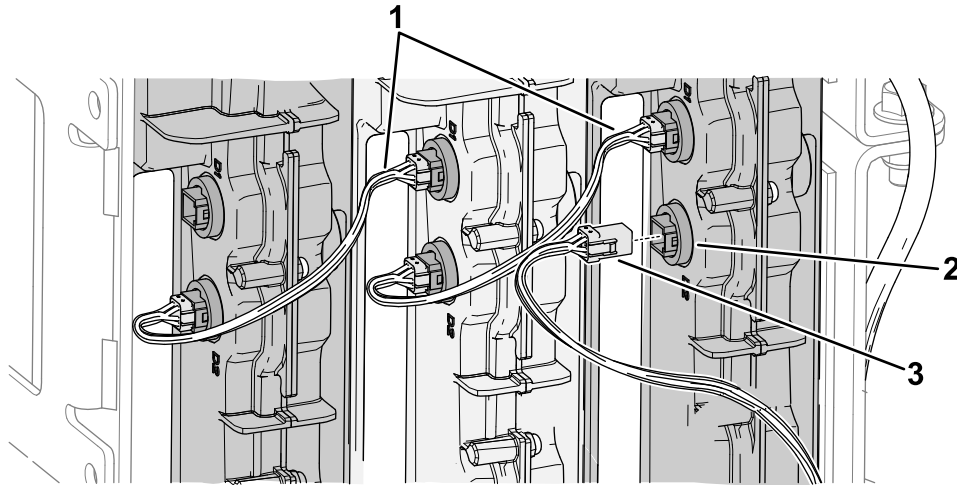

Figure 15
1. Branchez 2 faisceaux d'interface de données (19 cm) dans les prises des batteries, comme montré à la Figure 15.
2. Branchez une extrémité du faisceau d'interface de données (63,5 cm) dans la prise de batterie étiquetée D2, comme montré à la Figure 15.